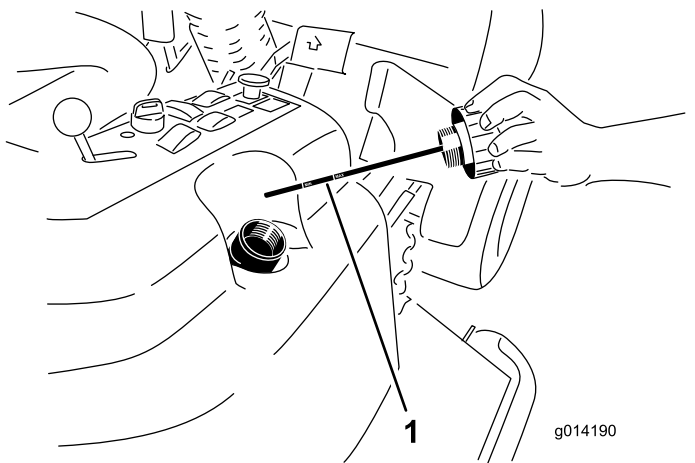

Figura 89
4. Retire el tapón de llenado de fluido hidráulico (Figura 89) del cuello de llenado.
5. Retire la varilla y límpiela con un paño limpio (Figura 89).
6. Introduzca la varilla a fondo en el cuello de llenado; luego retírela y compruebe el nivel del fluido (Figura 89).